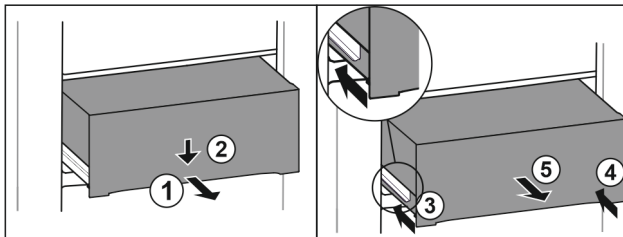

Fig. 108
- ▶ Vedä laatikko puoliväliin ulos. Fig. 108 (1)
- ▶ Paina vetolaatikkoa etupuolelta alaspäin. Fig. 108 (2)
- ▶ Työnnä vasenta kiskoa noin 2 cm sisään. Fig. 108 (3)
- ▶ Työnnä oikeaa kiskoa noin 2 cm sisään. Fig. 108 (4)
- ▶ Poista vetolaatikko vetämällä sitä eteenpäin. Fig. 108 (5)